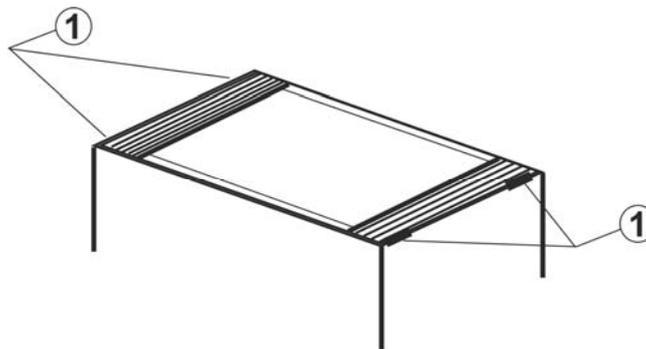

Fig. 5: Sustitución de las pilas
2. Quite las aletas posteriores sobre la cara inferior del instrumento, haciendo palanca en el punto indicado (1) y destornille los 4 tornillos de fijación (ver Fig. 5)